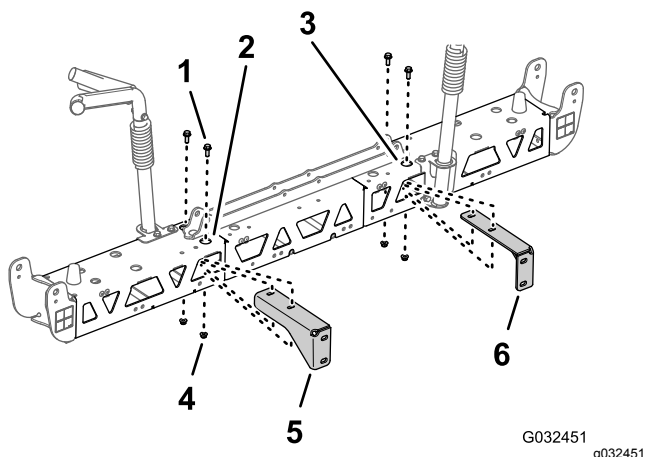

Рисунок 54
2. Совместите отверстия в правом опорном кронштейне с отверстиями в правой ферменной раме, как показано на Рисунок 54.
- Установите правый опорный кронштейн на правую ферменную раму (Рисунок 54) при помощи двух болтов с фланцевыми головками (3/8 x 1 дюйм) и двух фланцевых контргаек (3/8 дюйма), снятых при выполнении пунктов 2 и 3 раздела Демонтаж опорных кронштейнов со средней секции опрыскивателя \(страница 27\).
- Повторите действия, описанные в пунктах 2 и 3, для левого опорного кронштейна на левой ферменной раме (Рисунок 54).